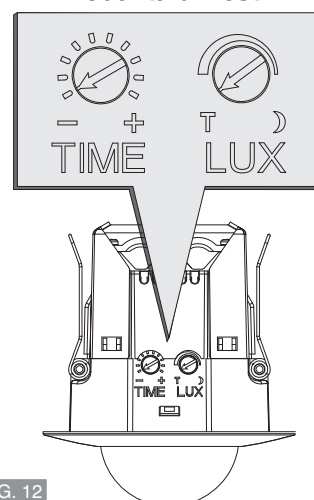

FIG. 12
- Ruotare delicatamente in senso antiorario il regolatore della temporizzazione **TIME** e quello della luminosità **LUX** fino all'arresto (posizione di TEST - fig. 12).